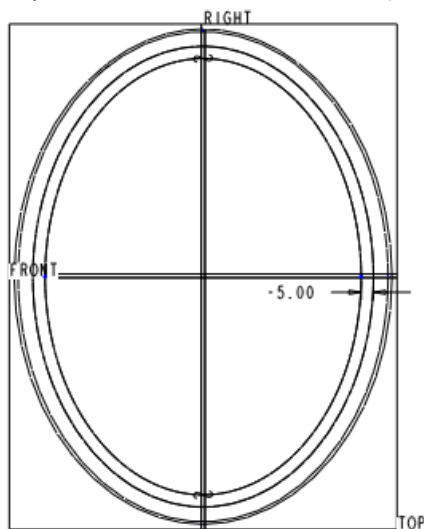

图 45-14
- (3) 单击 , 打开【剖面】对话框,选择模型底面为草绘平面。
- (4) 在草绘环境中,使用 ,以“环”的方式,选择模型底部内侧椭圆,在消息输入窗口输入偏移值为 5,绘制如图 45-14 所示的草图。